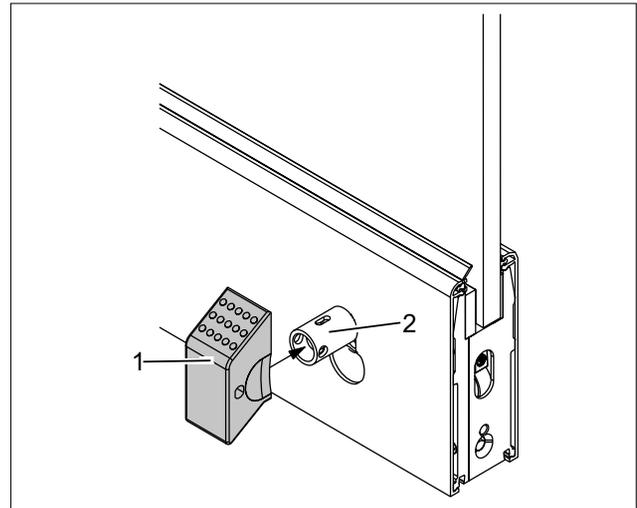

Abb. 35 Frontfeststellerknopf aufschieben
6. Frontfeststellerknopf (Abb. 35/1) auf die Hülse (Abb. 35/2) schieben. Befestigungslöcher in der Hülse und im Frontfeststellerknopf aufeinander ausrichten.